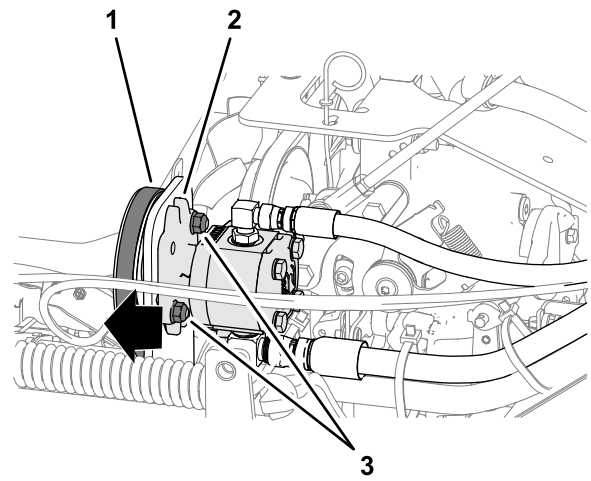

Figura 51
4. Deslice la bomba hacia fuera (Figura 51) en las ranuras y apriete las contratuercas con arandela prensada a 37 – 45 N·m (27 – 33 pies-libra).
3. Afloje las 2 contratuercas con arandela prensada (⅜") que sujetan la bomba auxiliar al soporte de montaje (Figura 51).